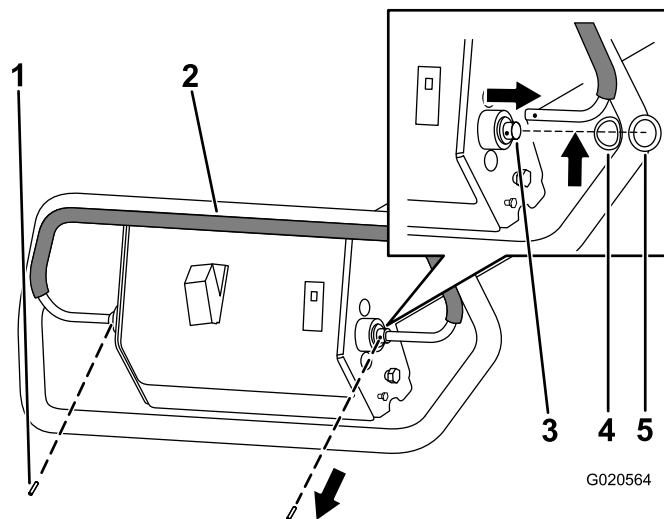

Figure 6
1. Retirez la goupille cylindrique du côté gauche de la poignée de traction (Figure 6).
2. Retirez la goupille cylindrique du côté droit de la poignée de traction (Figure 6).
3. Soulevez le côté gauche de la poignée de traction et déplacez-la vers la gauche pour dégager le côté gauche de l'axe de pivot (Figure 6).
4. Déplacez la poignée de traction vers la droite de l'axe de pivot (Figure 6).
5. Posez la poignée de traction (Figure 6).